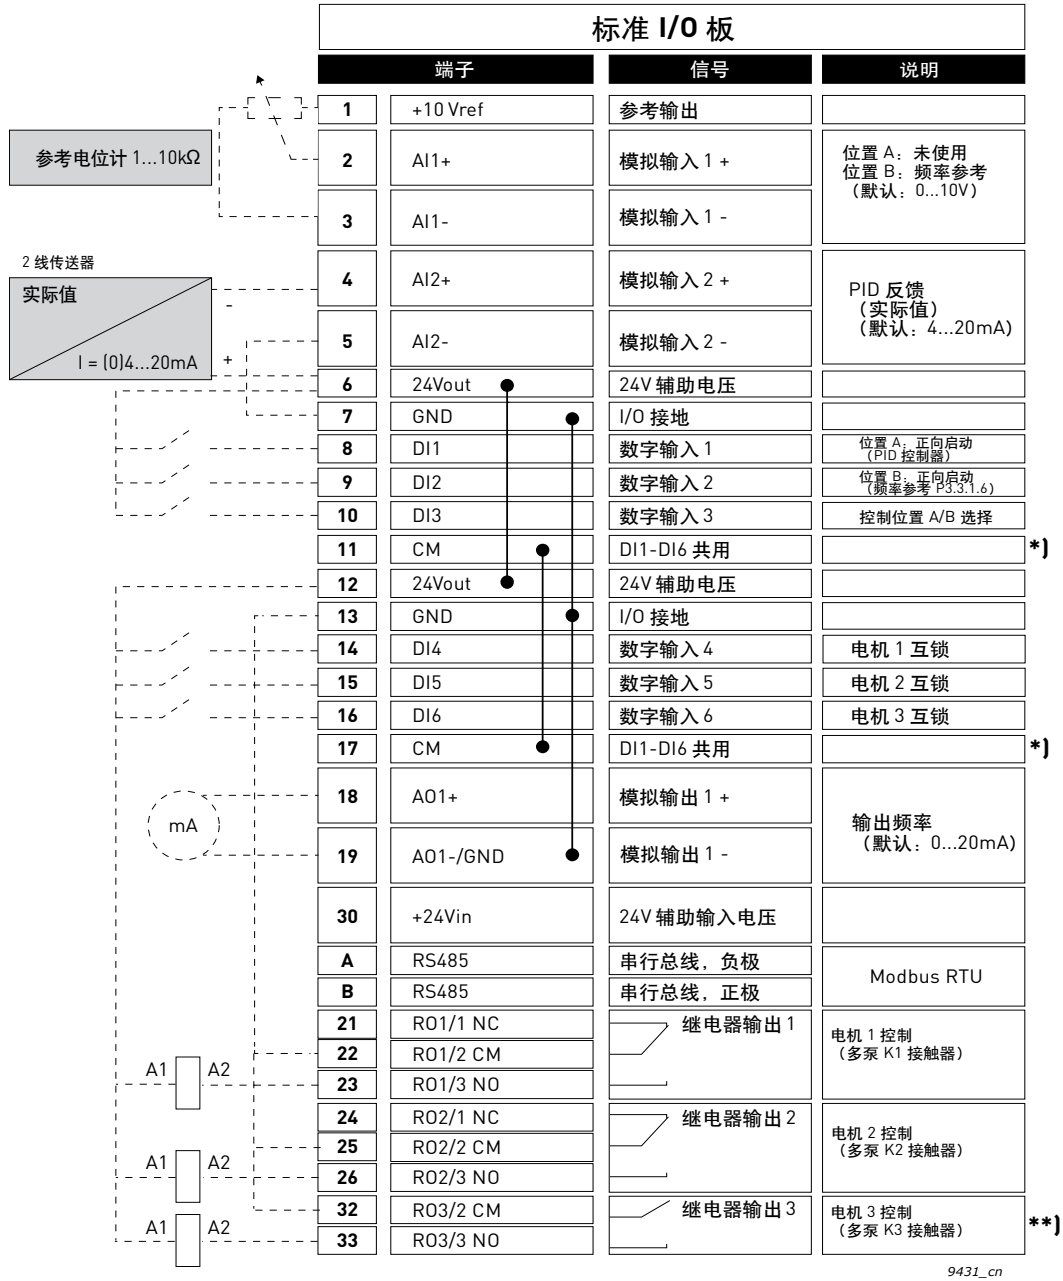

图 12.
**] 图 12. 显示标准变频器。如果您用 +SBF4 选项代码进行排序, 继电器输出 3 将被替换为热敏电阻输入。请参见安装手册。